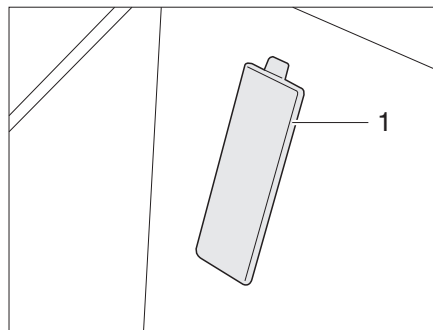

Fig. 270 Cache numéro de châssis (véhicule porteur Fiat)
- ▷ Le numéro de châssis se trouve derrière un cache (Fig. 270,1) dans la zone d'entrée, côté passager sur les véhicules porteurs Fiat.